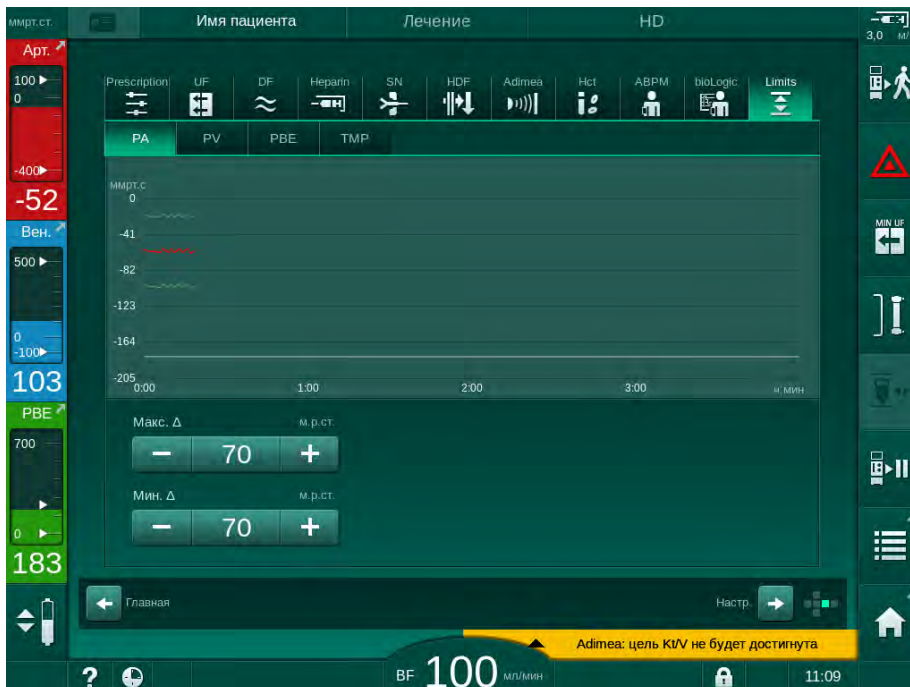
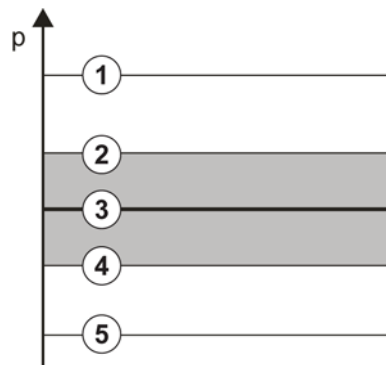

Рис. 5-20 Пример диапазона давления на экране *Ввод*
Рис. 5-21 Диапазоны давления
Давления контролируются с использованием окон диапазона (серая область на Рис. 5-21), которые определяются на основании соответствующего расстояния между фактическим значением ③ и нижним ④ и верхним ② пределами (значения мин./макс. коэффициента дельта). Сумма этих двух расстояний дает ширину окна диапазона, то есть в примере на Рис. 5-20: $70+70=140$ (мм рт.ст.).